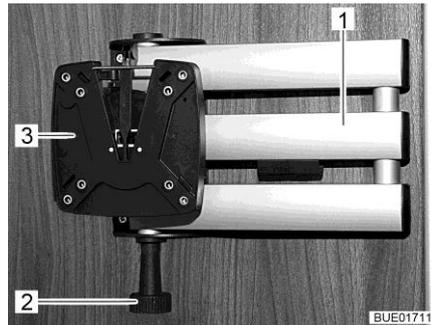

Bild 89 Halterung mit Gelenkarm
- Entriegelungsknopf (Bild 89,2) ziehen. Der Gelenkarm (Bild 89,1) ist entriegelt.
- Flachbildschirm in die Ausgangslage zurückschwenken, bis die Halterung (Bild 89,3) hörbar in die Verriegelung einrastet.